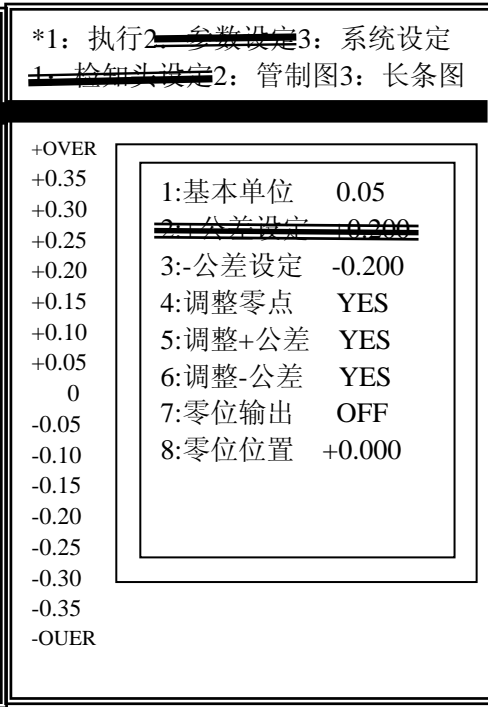

图1-107
(2) 按 到2: 十公差设定, 假如十公差为+0.20mm, 移动 使浮标箭头至+0.20位置后按 , 如图1-107所示。